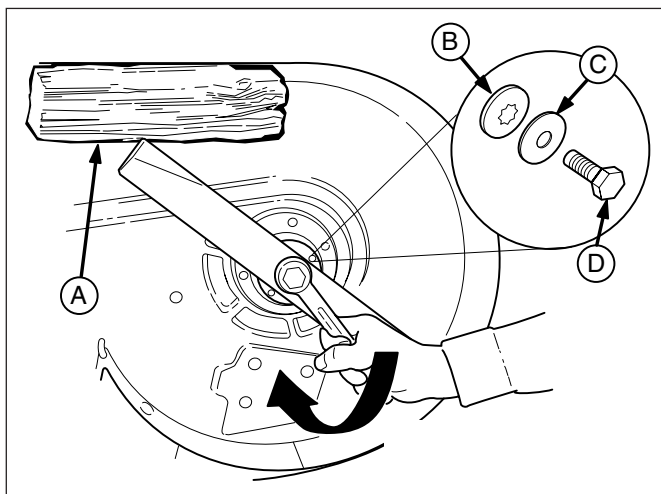

Figure 35. Installation de la lame - Tondeuses de 137 cm
Modèles de 138 cm : Remonter la rondelle hexagonale (B, figure 35), la rondelle élastique (C) et le boulon de fixation (D). Bloquer la lame avec une cale en bois (A) pour l'empêcher de tourner et serrer le boulon de fixation (D) à 61-75 Nm.
2. Retourner la tondeuse et vérifier la position des lames. Celles-ci doivent être positionnées perpendiculaires l'une à l'autre comme l'indique la figure 35. Si ce n'est pas le cas, passer à l'étape 3.
Le modèle K66 est une unité étanche et ne requiert aucun entretien régulier. Le niveau d'huile de transmission peut être vérifié au trou d'accès situé derrière la roue arrière gauche (voir la figure 35). A l'aide d'une lampe dirigée vers l'arrière de la chambre d'expansion, vérifier le niveau d'huile. Il devrait y avoir approximativement 1 cm d'huile dans la chambre. En cas d'absence d'huile dans la chambre, consulter un concessionnaire.